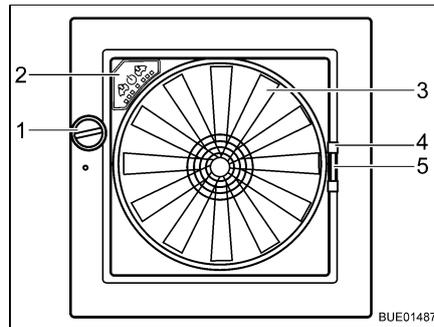

Fig. 86 Oblò Omni-Vent
- Apertura:** ■ Ruotare la manopola (Fig. 86,1), finché non si raggiunge l'angolo di apertura desiderato.
- Chiusura:** ■ Ruotare la manopola (Fig. 86,1), finché l'oblò non è completamente chiuso.
- Chiusura:** ■ Tirare la protezione contro gli insetti per la maniglia (Fig. 86,4) verso il lato opposto del telaio.
- Chiusura:** ■ Serrare la maniglia (Fig. 86,5) dell'oscurante.
Se l'oblò è aperto, l'abitacolo può essere ventilato e sfiato con il ventilatore a 6 stadi (Fig. 86,3). Il ventilatore si controlla dal quadro di comando (Fig. 86,2).